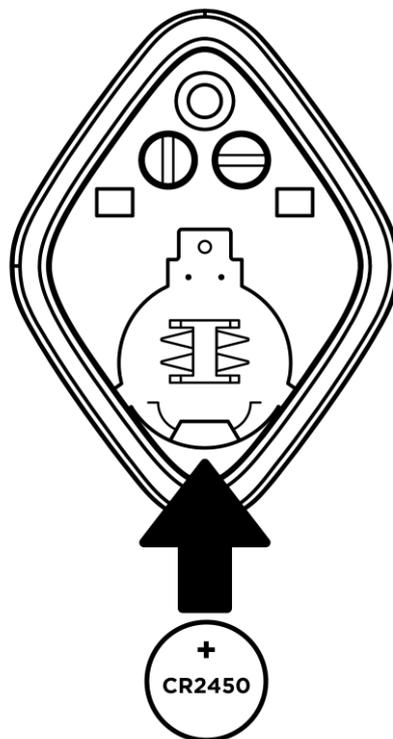

Рисунок 8: Ориентация батарейки при вставке в датчик движения
- при замене батарейки следует соблюдать полярность (см. рис. 8 далее).